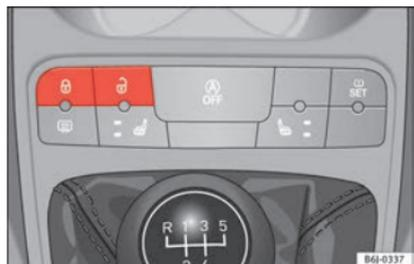

Fig. 6 Vedasi ubicazione nella Fig. 3
- Blocco: premere il tasto  » fig. 6. Nessuna porta si apre dall'esterno. Le porte possono essere aperte dall'interno tirando la levetta apriporta.
- Sblocco: premere il tasto  » fig. 6.